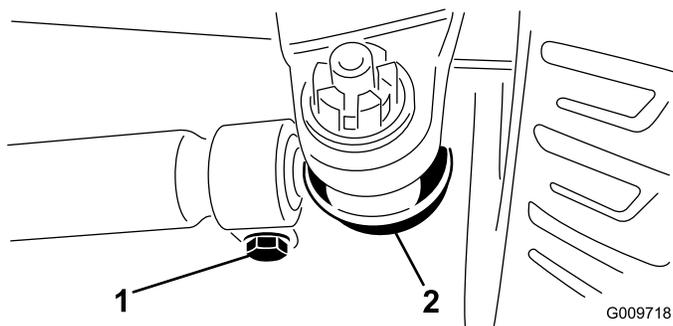

Рисунок 110
4. Ослабьте зажимы на обоих концах поперечных тяг (Рисунок 110).